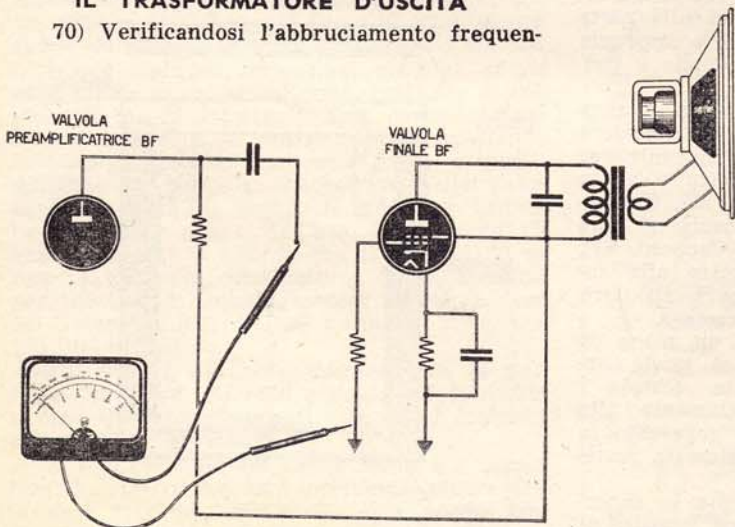

Fig. 11
67) Sulla griglia controllo non deve esistere la sua pur minima tensione positiva. Accertandone l'esistenza, procederemo al distacco del condensatore d'accoppiamento tra placca della valvola preamplificatrice di bassa frequenza e griglia della valvola finale, controllando — a mezzo voltmetro — se detto condensatore sia in perdita (risulterà in perdita nel caso il voltmetro segnali il sia pur minimo valore di tensione), nel qual caso procederemo alla sua sostituzione (fig. 11).